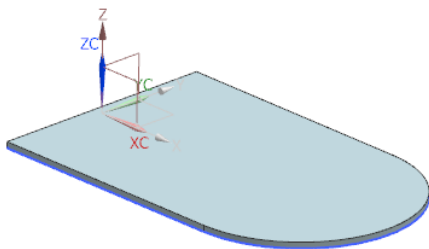

图 5-7 创建突出块特征
(3) 在“突出块”对话框中单击<确定>按钮创建突出块特征，如图 5-7 所示。